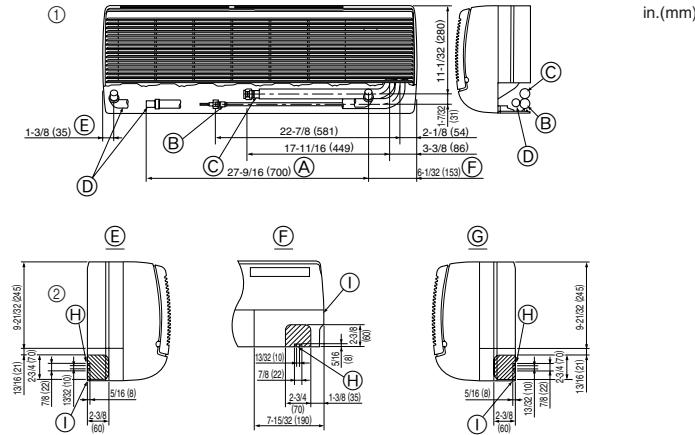

Fig. 4-4
■ PKFY-P12/P15NGMU-E (Fig. 4-4)
① Posición de los tubos del refrigerante y de drenaje